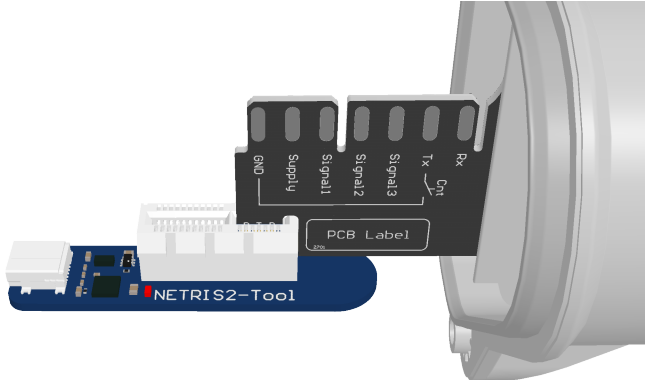

Figure 6 : *NETRIS®2* avec l'outil connecté
Le connecteur sur *NETRIS®2-Tool* se divise en une fente courte et une fente longue. Utilisez la fente courte pour connecter *NETRIS®2*. La fente longue reste inutilisée, comme le montre la figure 6. *NETRIS®2* est alimenté par une batterie qui doit être connectée (connecteur de la batterie ) pour pouvoir utiliser le *NETRIS®2-Tool*.
4. Connectez l'outil *NETRIS®2-Tool* au *NETRIS®2*, comme le montre la figure 6
3. Connectez l'outil *NETRIS*®2-Tool au *NETRIS*®2 , comme le montre la figure 6